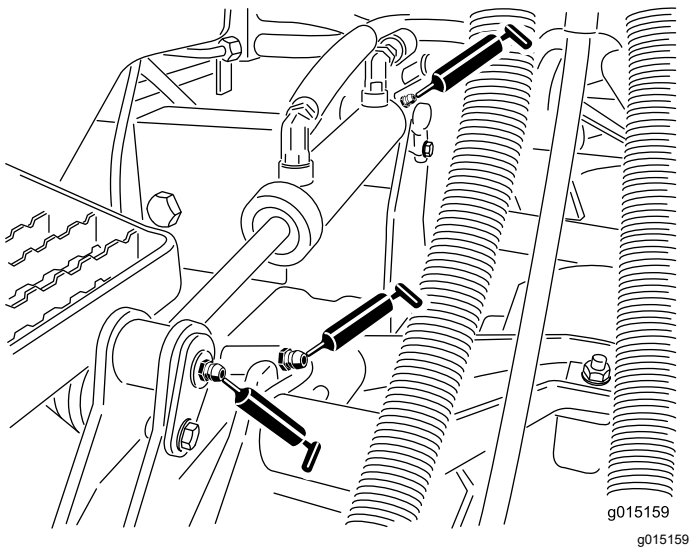

Figure 72
- Bagues de bras de levage (1 par unité de coupe) (Figure 72)
- Bagues de vérin de levage (2 par unité de coupe) (Figure 72)